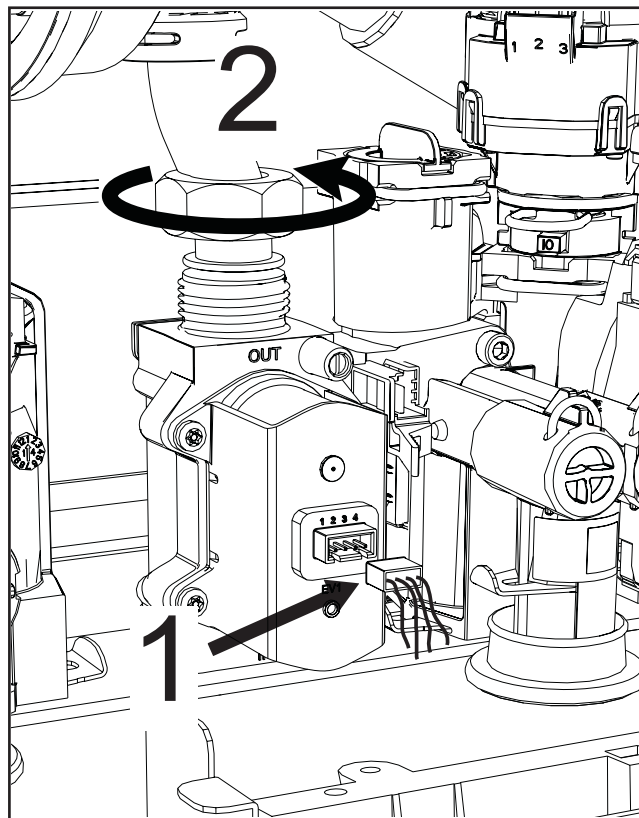

Рис. 44
- Отсоедините электрические разъемы «1» (рис. 44).
- Отсоедините трубку подачи газа «2» (рис. 44).